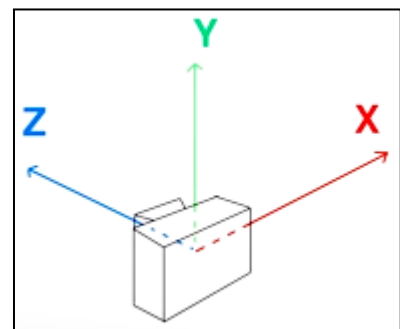

Abbildung 8 Kamera Koordinaten
**Build Einstellungen** (Abbildung 8 Links): Hier kann man das Laufsystem auf dem man später die Simulation starten will auswählen. Wenn man es für Android kompiliert hat, dann muss man hier Android als Plattform auswählen und für diese Plattform die Parameter setzen.
**Player Settings** (Abbildung 8 Mitte): Hier stehen die App-Einstellungen für bestimmte Plattformen. Man muss aber beachten, dass die Kompatibilität zu dieser Plattform passt z.B. muss das Default API Level auf .NET 2.0 Subset eingestellt werden. Um die .NET 2.0 Entwicklungsumgebung voll auszunutzen zu können, muss hier .NET 2.0 anstatt .NET 2.0 Subset ausgewählt werden. Weitere interessante Einstellungen die man hier finden kann, sind unter anderem die Einstellungen für den Programnamen, Icon und Startbild. Die restlichen Einstellungen sind plattformabhängig.
**Input Manager** (Abbildung 8 Rechts): Dieses Menu liegt in `Edit->Project Settings->Input`. Dort kann man Key-Kombinationen zuweisen. Diese werden dann beim Starten von dem Programm gezeigt. Man kann aber auch die Keys ohne dem Input-Manager an die Funktionen anbinden. Dies hat aber ein paar Nachteile, wie z.B. die Tastenänderung und in dem Manager kann man den Tasten ein Name zuweisen, dies erleichtert die Programmierung.